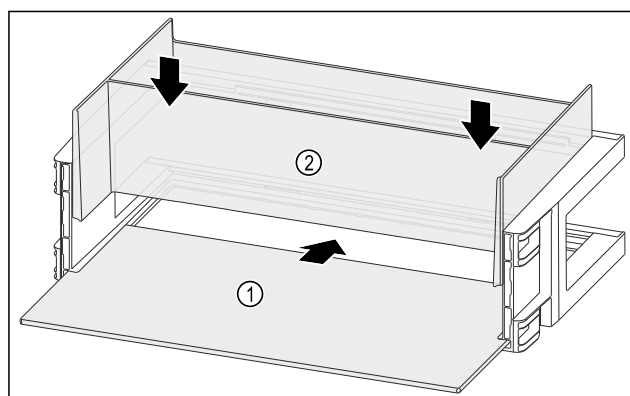

Fig. 134
- ▶ Umetnite policu Fig. 134 (1) u bočna udubljenja.
- ▶ Umetnite organizator Fig. 134 (2).